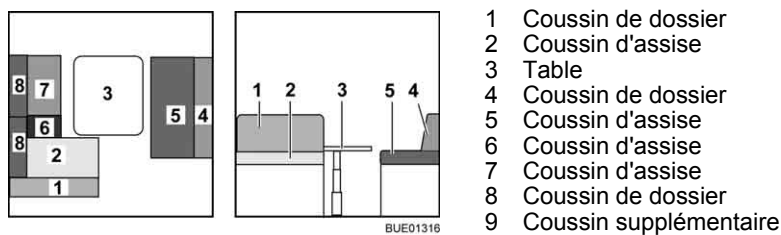

Fig. 142 Avant la transformation
- Convertir la table (Fig. 142,3) en sommier de lit (voir paragraphe 6.10).
- Retirer les coussins de dossier (Fig. 142,1, 4 et 8) et les placer de côté.